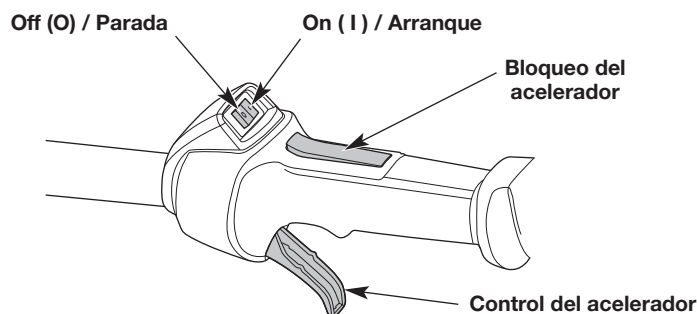

Fig. 8
**NOTA:** No es necesario encender la unidad. El interruptor de encendido/apagado está en la posición ON (I) (encendido) en todo momento (Fig. 8).
5. **NO** apriete el control del acelerador (Fig. 8). Tire de la cuerda de arranque con un movimiento controlado y firme hasta que arranque la unidad (Fig. 11).
7. Oprima el bloqueo del acelerador y apriete el control del acelerador (Fig. 8). Continúe calentando el motor entre 30 y 60 segundos más. Se puede usar la unidad durante este período.
2. Oprima y mantenga apretado el interruptor de encendido/apagado en la posición OFF (O) (apagado) hasta que el motor se pare por completo (Fig. 8).
**NOTA:** No es necesario encender la unidad. El interruptor de encendido/apagado está en la posición ON (1) (encendido) en todo momento (Fig. 8).
6. **NO** apriete el control del acelerador (Fig. 8). Haga funcionar el accesorio de arranque eléctrico en intervalos de no más de 2 segundos cada vez hasta que arranque la unidad.
9. Oprima el bloqueo del acelerador y apriete el control del acelerador (Fig. 8). Continúe calentando el motor entre 30 y 60 segundos más. Se puede usar la unidad durante este período.